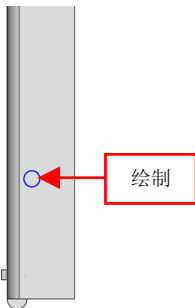

图 13-94 绘制草图对象
(4) 单击【拉伸切除】按钮，选取侧面对象，进入草图绘制环境，绘制草图对象，如图 13-94 所示。